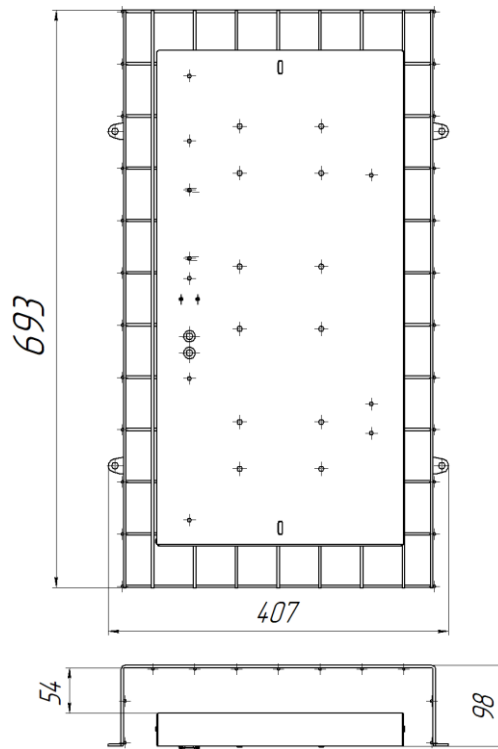

Рисунок 1. Габаритный чертеж и установочные отверстия
5.1.2. Для установки светильника необходимо повернуть торцевую панель и аккуратно снять рассеиватель. Надежно закрепить на ровной поверхности корпус светильника при помощи комплекта креплений, габариты для монтажа см. рисунок 1.